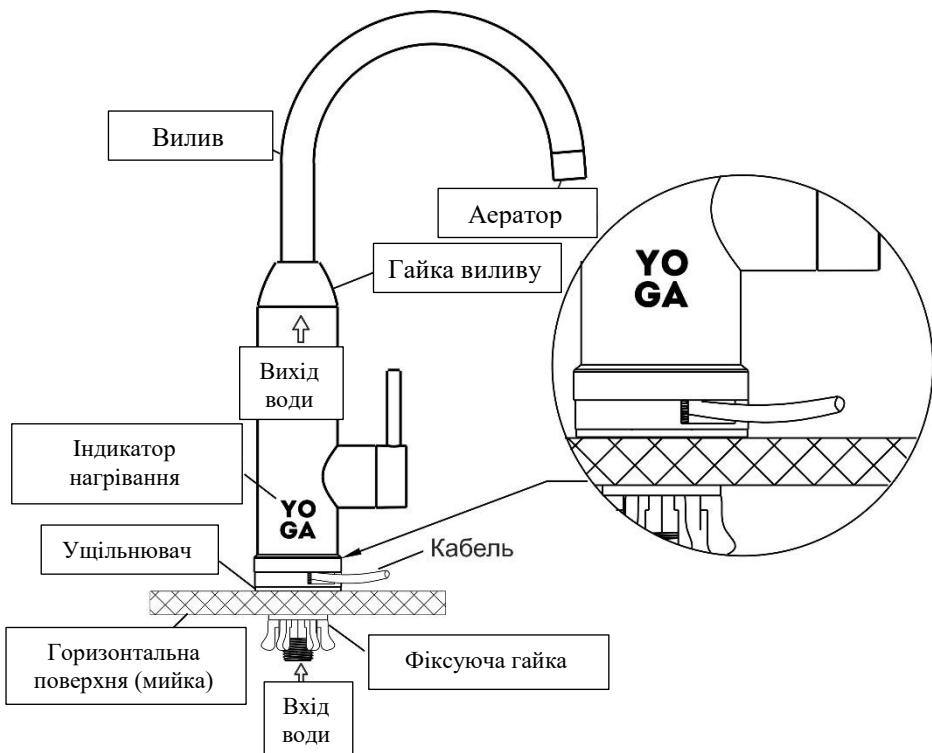
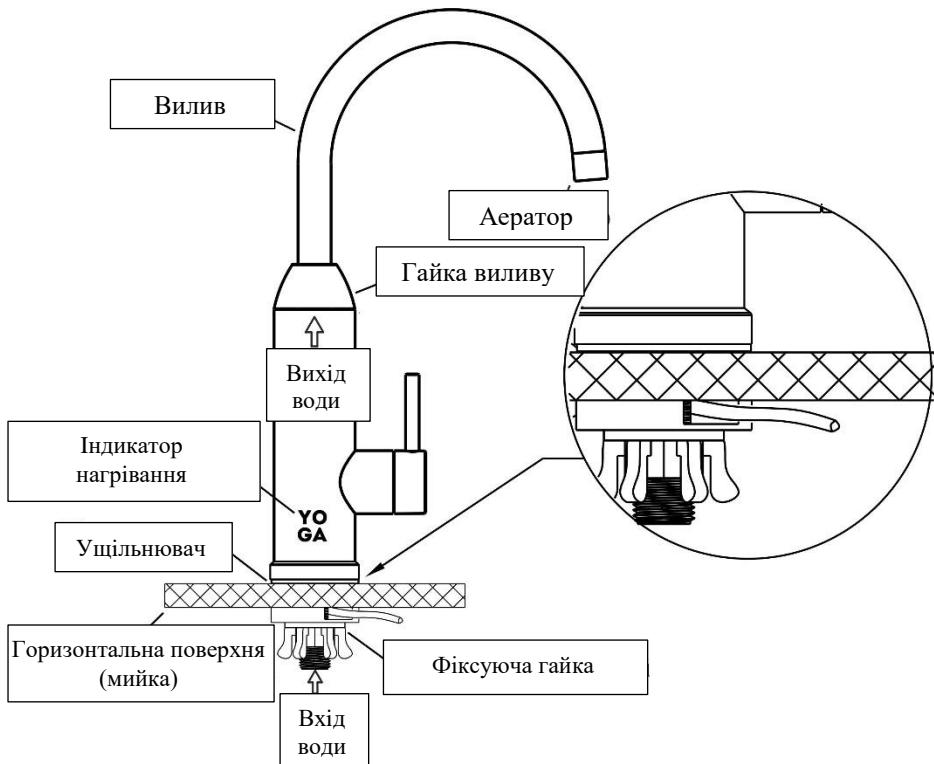

Рис. 1. Встановлення з виведенням кабелю живлення над мийкою
Рис. 2. Встановлення з виведенням кабелю живлення під мийкою
2. Встановіть ПЕВН на мийку відповідно до вираного варіанта встановлення, дотримуючись схеми на рис. 1 або рис. 2.